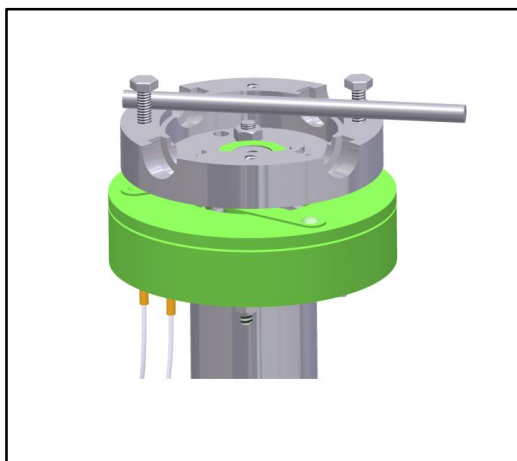
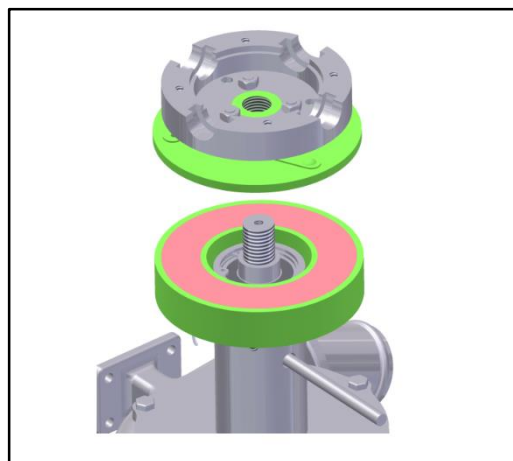

Figura 09: arranjo para desrosquear o conjunto de freio.
Figura 10: conjunto de freio desrosqueado.
- d) Insira parcialmente dois parafusos na base do cubo (figura 09) e com uma barra desrosqueie o conjunto de freio (figura 10) no sentido anti-horário.